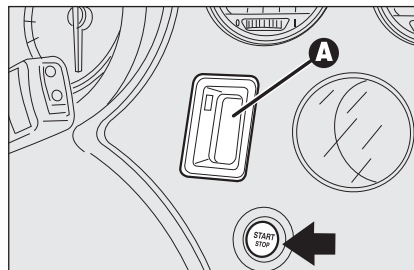

fig. 14
- lecteur **A-fig. 14** de la clé électronique (placé à côté du volant);